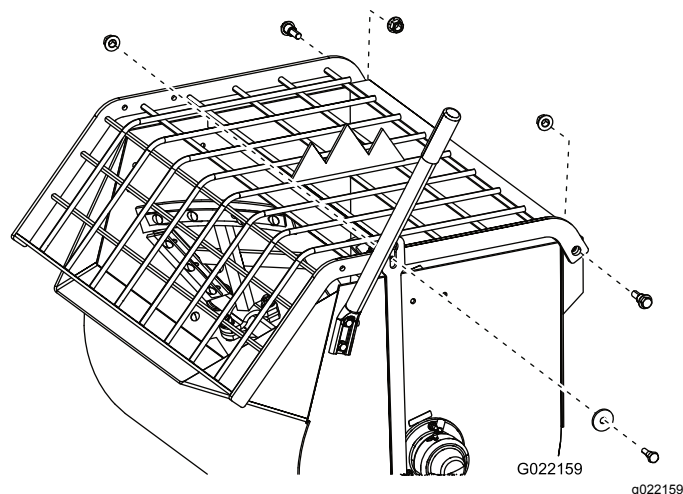
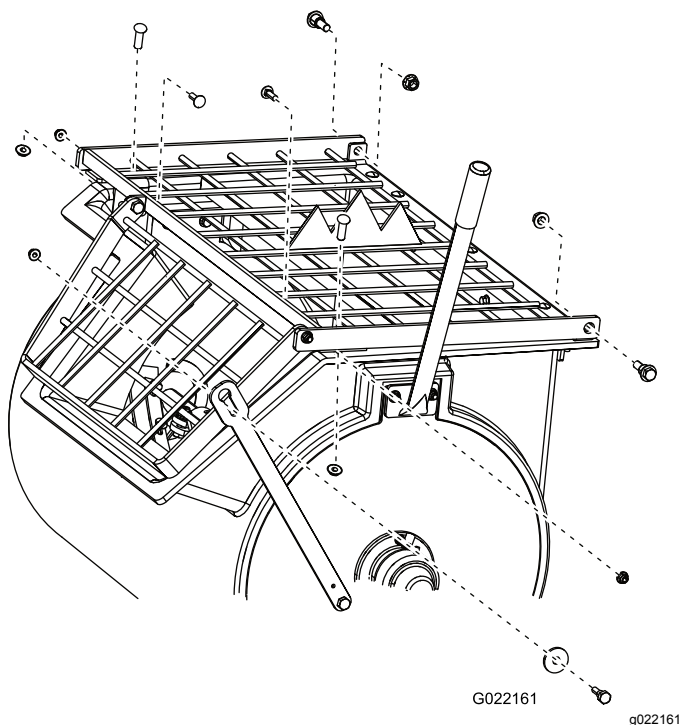
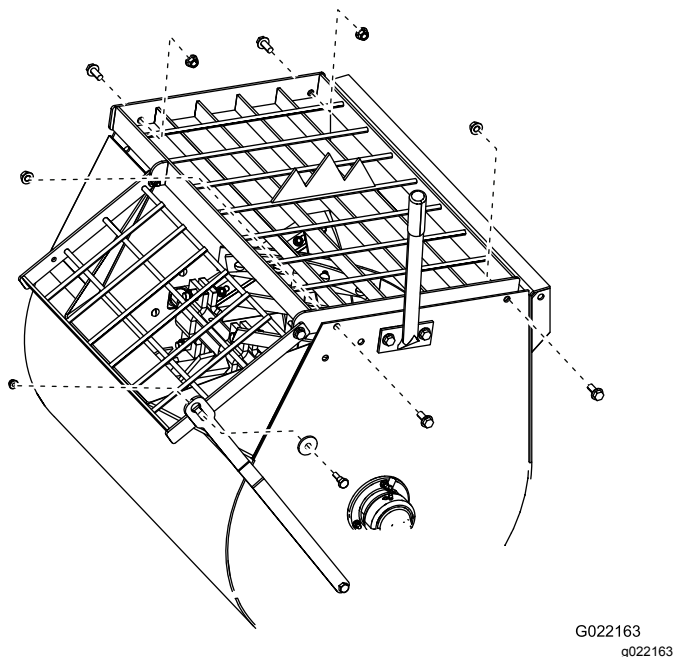

Figura 74
Figura 75
Figura 76
4. Retire las tuercas y los pernos que sujetan la rejilla al tambor, y retire la rejilla (Figura 74, Figura 75 o Figura 76).